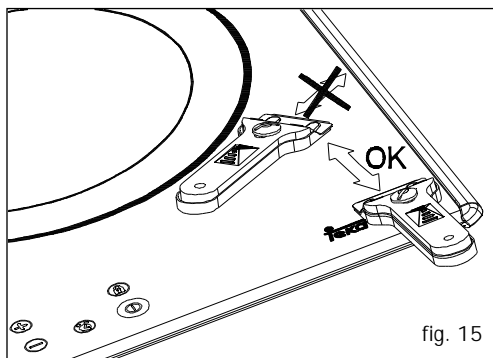

fig. 15
- Se utilizar o raspador incorrectamente, a lâmina pode soltar-se, podendo algum fragmento ficar incrustado entre o aro e o vidro. Se isto ocorrer, não tente retirar estes fragmentos com a mão, utilize cuidadosamente uma pinça ou uma faca com a ponta fina. (Ver fig. 15).